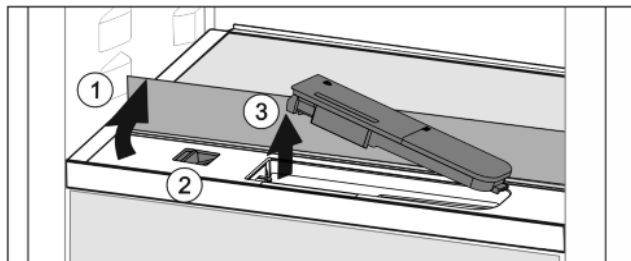

Fig. 38
- ▶ Skleněnou desku nadzvedněte a zaklapněte dozadu až na doraz Fig. 38 (1).
- ▶ Posuvník Fig. 38 (2) posuňte doleva.
- ▶ Vyjměte nádržku na vodu Fig. 38 (3).